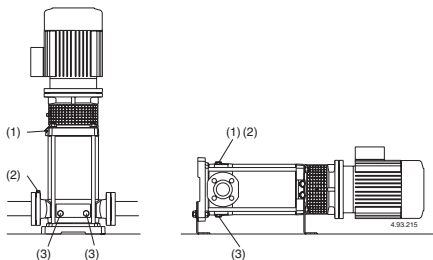

Fig. 4 (1) Riempimento e sfiato
Chiudere i fori di sfiato (fig. 4), per le pompe MXV-B, MXV(L) 25-32-40-50 e MXV(dL)4 25-32-40-50 serrare la vite a spillo (14.17) nel tappo di scarico (14.12) (fig. 4b) e chiudere il foro di sfiato (14.04).
Se si verifica una perdita di adescamento (interruzione del flusso di mandata, nonostante le saracinesche siano aperte) o se si nota una oscillazione della pressione indicata dal manometro, ripetere lo sfiato del lato aspirazione, verificare che tutte le giunzioni del tubo aspirante siano a perfetta tenuta e serrare il tappo di sfiato ed i tappi di scarico sul lato aspirazione (fig. 4).
Possibilmente, come nel caso di impieghi temporanei con liquidi sporchi, fare funzionare brevemente la pompa con acqua pulita per rimuovere i depositi. Oppure, dopo lo svuotamento, eseguire un lavaggio immerdando acqua pulita (almeno 40 litri) nel foro di riempimento (1) lato mandata e lasciandola uscire dal foro di scarico (3) lato aspirazione (**fig. 4**).
Prima dello smontaggio scollegare il cavo dalla scatola morsetti, chiudere le saracinesche in aspirazione e mandata e svuotare il corpo pompa (**fig. 4**).